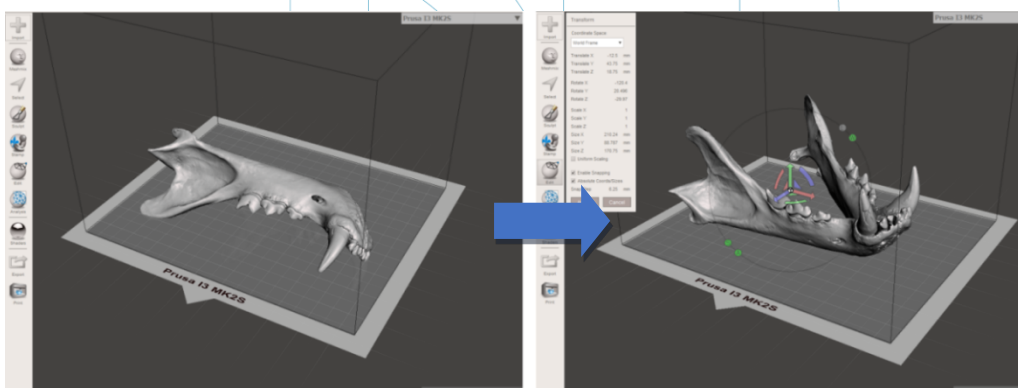

Figura 13: Orientar el modelo en Meshmixer
- [29] Figura 13: Posicionar el modelo en Meshmixer. Fuente: CETEM